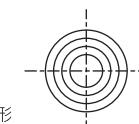

図2 歯形
- ②くい込み深さは、120%のオーバーロードでも（容量によって深さに差があります。）0.2～0.5mm程度と浅く、一般クランプに比較すると約1/2の深さです。また歯形は円形状となっており、有害な圧痕傷が残らず安心です。（図2をご参照ください）